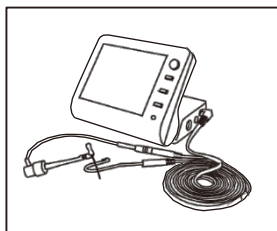

図7
- 2) 測定リード線を接続し、装置の電源を入れます。装置の電源が入ると、2つの音色の音声信号が鳴ります。（図7）